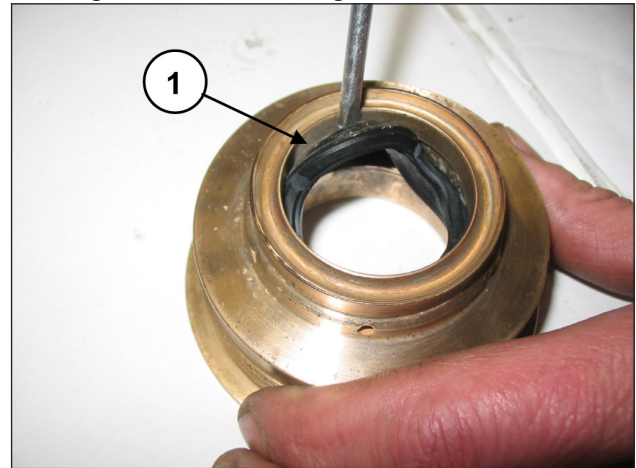

Abb. 148
Zur Abnahme der ND-Dichtung müssen Sie eine Fühlerlehre oder ein ähnliches Werkzeug verwenden, das den Sitz des Dichtungshalters nicht beschädigt (Pos. ①, Abb. 148).